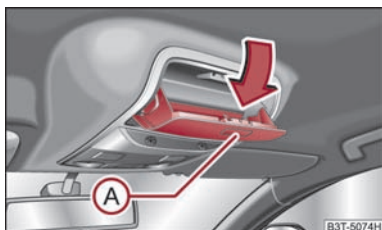

Abb. 110 Ausschnitt des Dachhimmels:
- Drücken Sie die Taste **A** ⇒ Abb. 110, das Ablagefach klappt herunter.